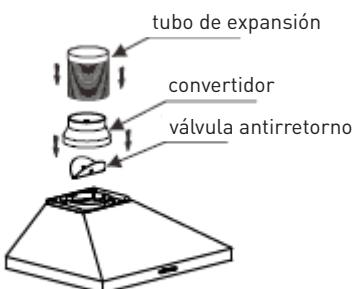

Imagen 3
4. Instale el tubo de conversión y expansión en la campana extractora, consulte la imagen 3. Después Monte la campana extractora y fíjela con 2 tornillos de seguridad ST4*30mm, consulte las imágenes 4 y 6 (tubo de expansión no incluido).